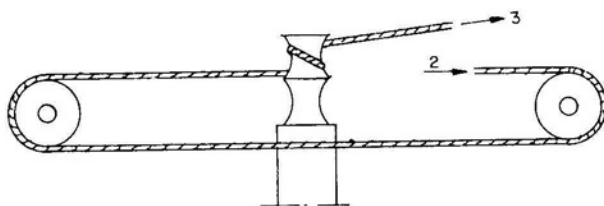

Fig. T6-3
6.ª La cuerda sale según la flecha 2 hasta la polea que hay a la derecha del chasis, donde da media vuelta y sigue hasta la polea de la izquierda, en la que tras dar otra media vuelta regresa al canal externo del eje del cuadrante, al que rodea con una vuelta y sale según la flecha 3 (ver figura T6-3).